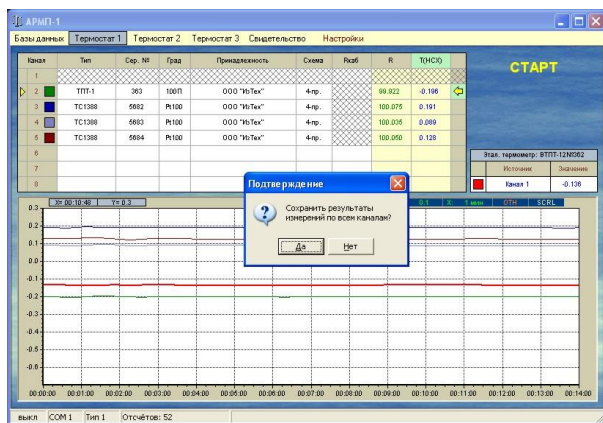
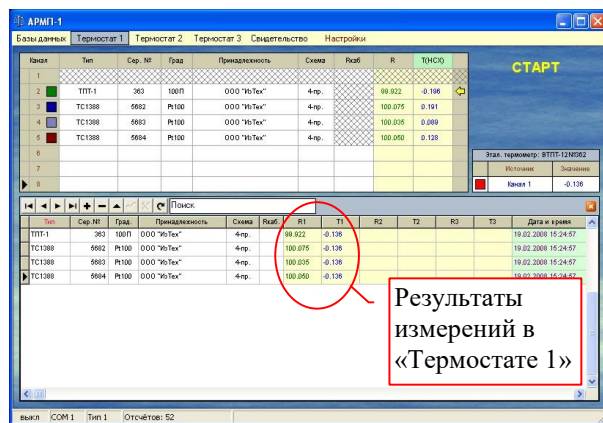

Рис. 2
Рис. 3
2.3.5 После установления стационарного режима. Нажать на кнопку «СТОП». Появится сообщение «Сохранить результаты измерений?». Рис. 2. При нажатии кнопки «Да» результаты измерений сохранятся в базе данных. Сохраненные результаты можно посмотреть, нажав «Базы данных», а затем «Результаты». Рис. 3.